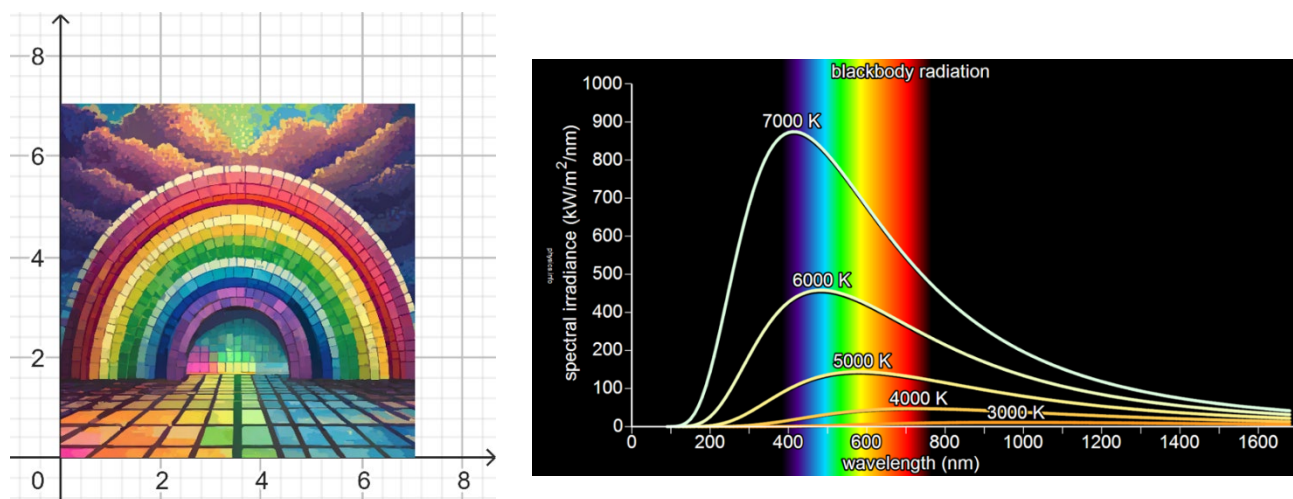

Fig. 5 Billede af en regnbue i et koordinatsystem og spektre fra sortlegeme stråling ved forskellige temperaturer.
F.eks. er pixlen i (x, y) = (4, 4) i fig. 5 beskrevet ved talsættet (4, 4, 22, 150, 63). Du kan selv eksperimentere med det i en RGB color picker.
I fig. 5 ses fem forskellige spektre fra sortlegemer ved forskellige temperaturer. Det fremgår, at spektrets top forskydes mod kortere bølgelængder, når temperaturen stiger. Solen kan fx betragtes som et sortlegeme med en temperatur på ca. 5800 K. Det synlige område (400–700 nm) er vist som en regnbue.